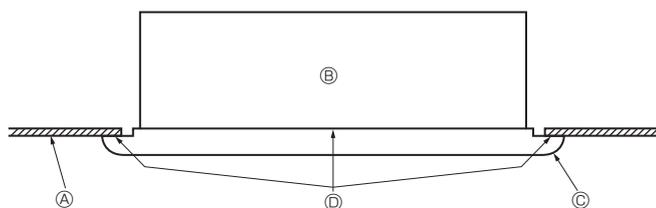

Fig. 5-6
- Stringere quindi i bulloni di fissaggio ② e stringere le viti ③ nei tre punti centrali.
- Stringere definitivamente i bulloni di fissaggio ② nei quattro punti previsti, a sinistra e destra.
- A questo punto, accertarsi che non vi siano più spazi vuoti fra la sezione interna e il pannello anteriore, e fra il pannello anteriore e la superficie del soffitto. In caso contrario, potrebbe esservi una caduta di gocce d'acqua, a causa del passaggio di correnti d'aria (Fig. 5-6).
### 5.4. Controlli dopo l'installazione (Fig. 5-6)